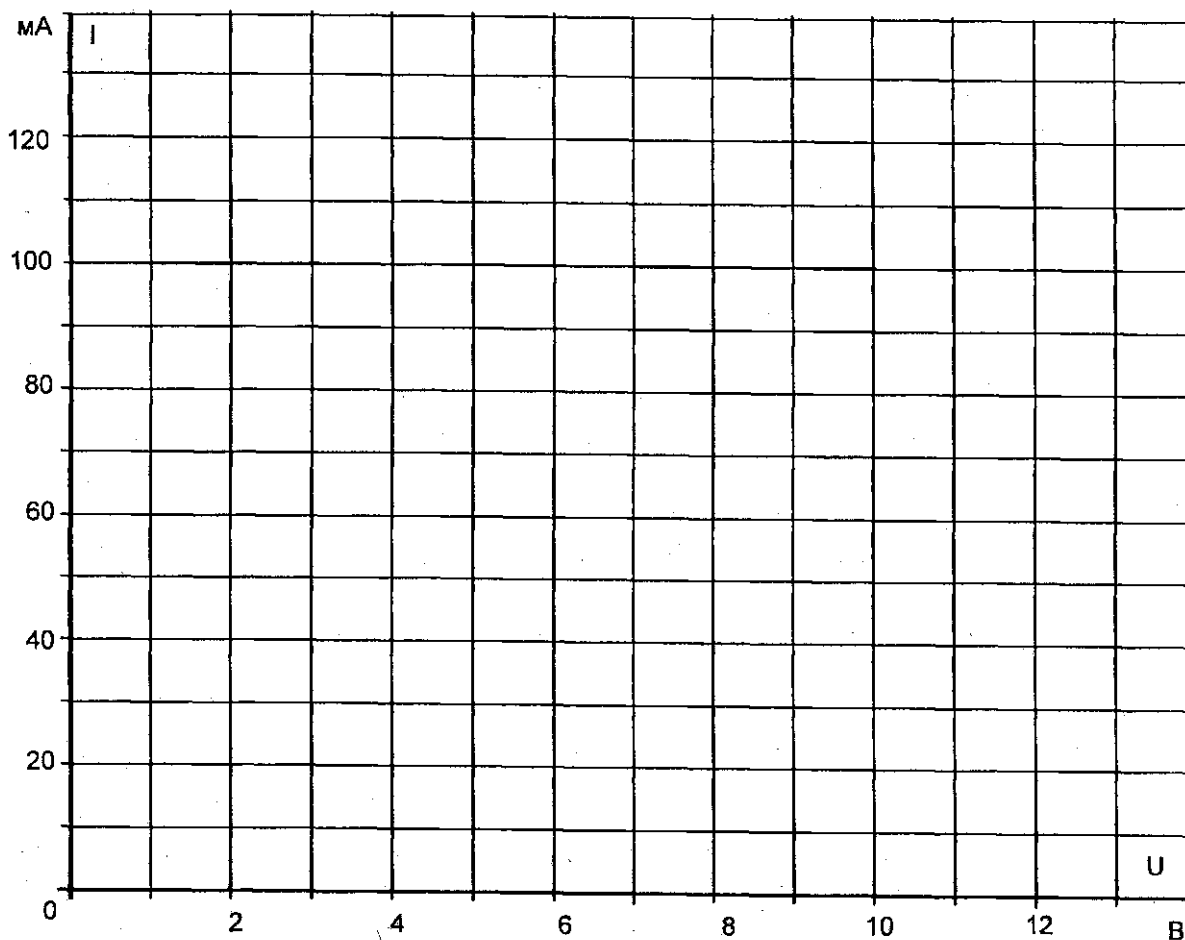

Рис. 4.2.2
- Постройте кривые $I(U)$ на рис. 4.2.2 для каждого резистора.